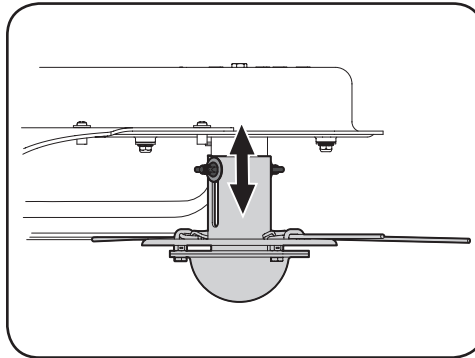

Figura 4-2
2. Deslice el husillo hacia arriba o hacia abajo hasta la posición deseada antes de volver a apretar las tuercas de mariposa. Consulte la Figura 4-2.